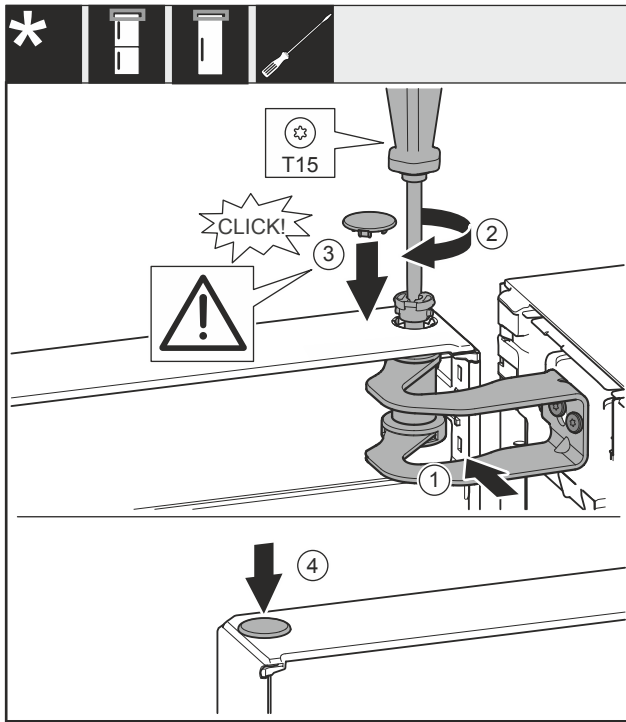

Fig. 23
- Вирівняйте двері з отвором в опорному кронштейні Fig. 23 (1).
- Вставте палець Fig. 23 (2) і закрутіть його викруткою.
- Вставте кришку Fig. 23 (3).
- Перевірте, щоб кришка Fig. 23 (3) щільно прилягала до дверей.
- Вставте кришку Fig. 23 (4).